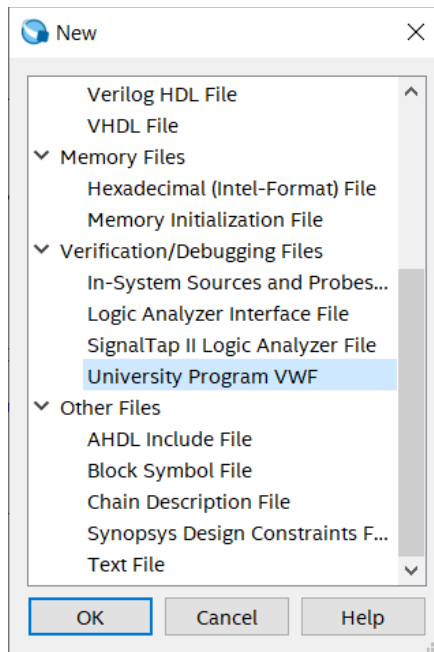

Figura 9. Creación del archivo de University Program VWF
12. Cree un nuevo archivo de simulación, para ello diríjase a **File**→**New**→**University Program VWF** como se muestra en la figura 9.